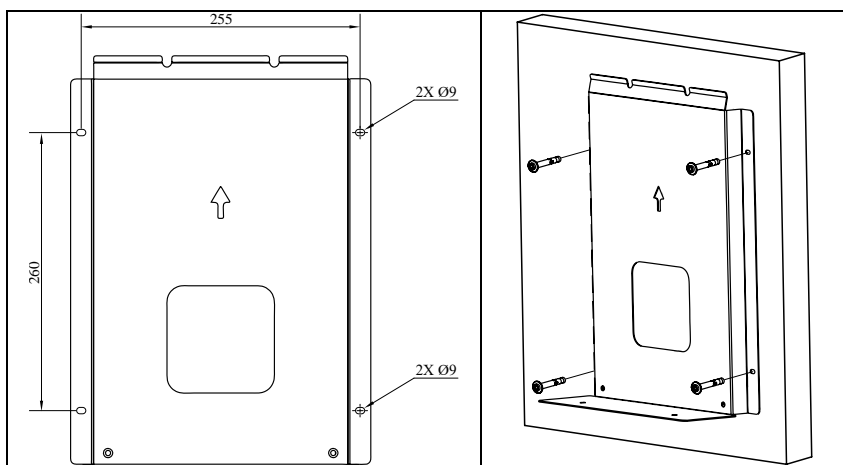

Abb. 5-2 Montage der Metallhalterung an der Wand
2. Bohren Sie 4 Befestigungslöcher mit einem Durchmesser von 10 mm und einer Tiefe von 70 mm in einem Abstand von 255 mm in der Breite und 260 mm in der Höhe. Verwenden Sie seitlichen Löcher der Metallhalterung (siehe **Abb. 5-2**).